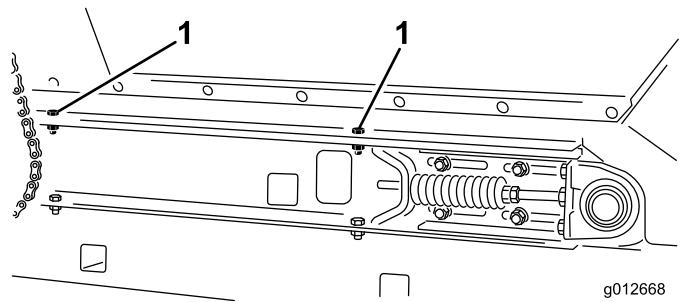

Рисунок 31
2. С каждой стороны машины отверните 2 болта с 2 шайбами и 2 контргайками, которые крепят бункер к балкам подвижной рамы (Рисунок 31).